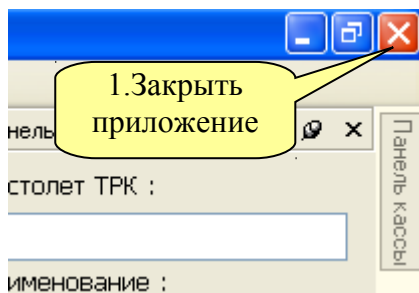

Рисунок 5.5
1. Завершить работу всех приложений (меню «Файл» → «Выход» или нажав на значок «х» в верхнем правом углу экрана, рисунок 5.5)